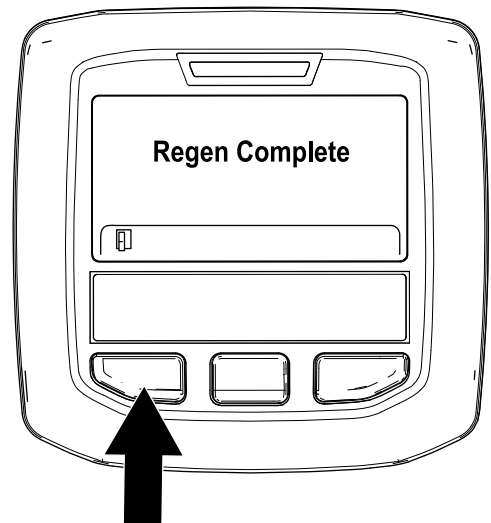

Figura 53
9. La regeneración con la máquina aparcada ha finalizado cuando se muestra el mensaje “Regen Complete” (Regeneración completada) en el InfoCenter. Pulse el botón de la izquierda para salir a la pantalla de inicio (Figura 53).